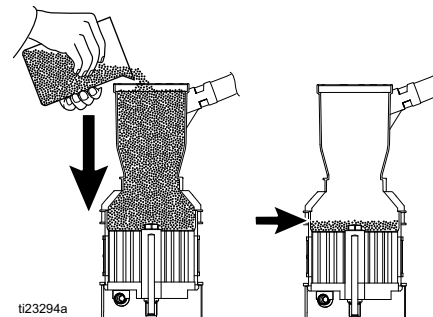

ABB. 21
6. Wird am Ende des Tages mit Arbeiten aufgehört, in Abfallbehälter ablassen, bis der Materialstand auf den Schmelzern gesunken ist. Siehe ABB. 21.